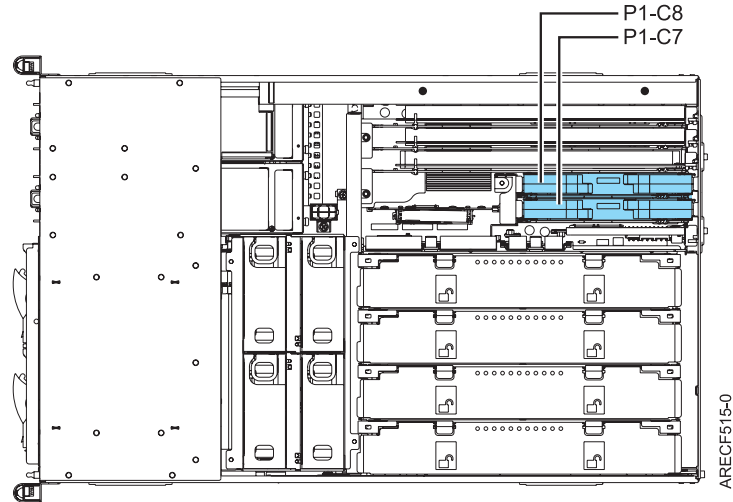

Figure 6. Vue de dessus des emplacements P1-C7 et P1-C8 d'un modèle 04E/8A
- Pour le modèle 04E/8A, si le système ne comporte qu'une seule carte processeur, sélectionnez l'emplacement P1-C8 comme indiqué dans la figure 6, à la page 17. Si deux cartes processeur sont installées, sélectionnez l'emplacement P1-C7 pour le premier adaptateur GX.